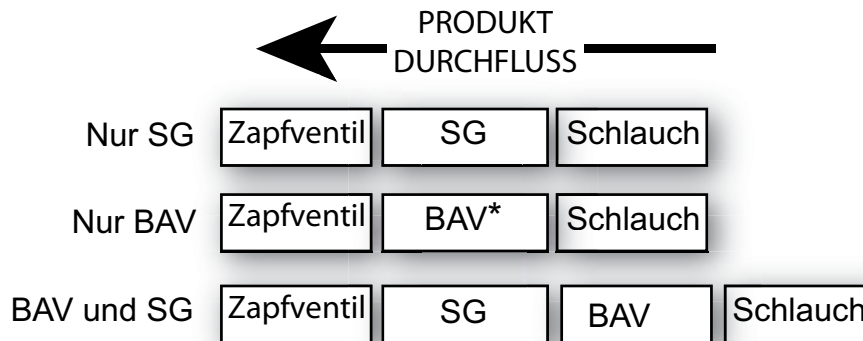

Abbildung 1 - Installationsreihenfolge
4. Richten Sie sich in der Installationsreihenfolge der zusammenzufügenden Teile nach Abbildung 1. Wenn die korrekte Installationsreihenfolge nicht eingehalten wird, kann dies zu einem Sicherheitsrisiko führen.